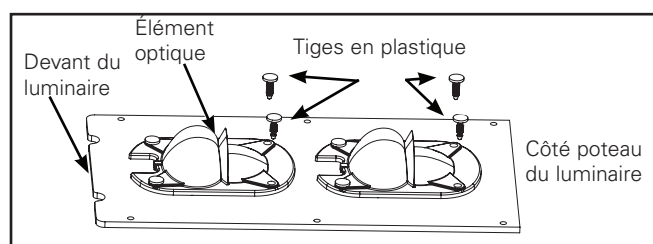
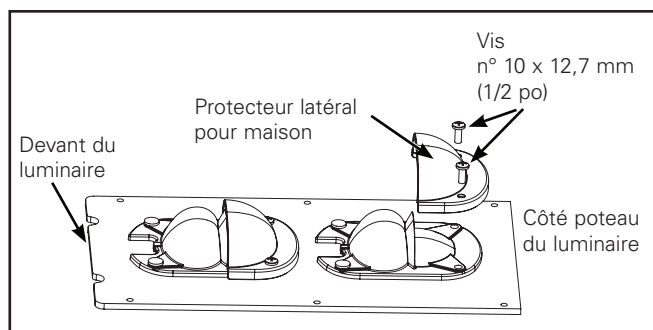

Figure 9.
Figure 10.
Protecteur côté maison (Figure 9 et Figure 10)
- Retirez les goupilles-poussoir situées à l'arrière du dispositif optique (Figure 9).
Note: Le protecteur latéral pour maison doit SEULEMENT être installé sur l'arrière du dispositif optique, comme illustré. NE l'installez PAS de l'autre côté du dispositif optique (Figure 10).